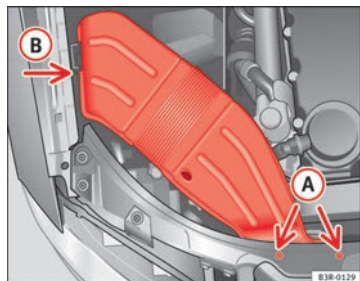

Fig. 213 Conducción de ventilación en el lado derecho del vehículo
- Desenrosque los tornillos A ⇒ fig. 213.